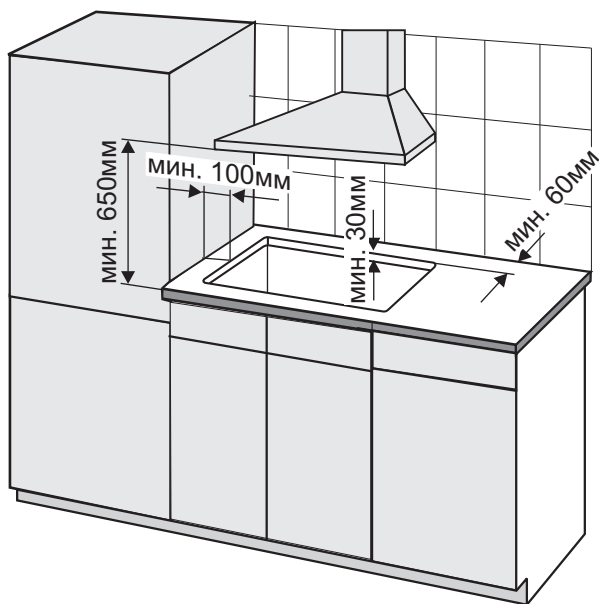

Рис. 2
- Варочная поверхность должна быть установлена в столешнице толщиной не менее 30 мм (рис. 2), устойчивой к воздействию высоких температур.